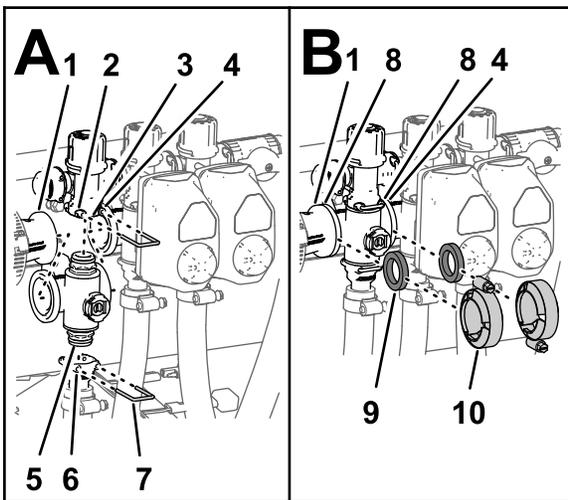

Bild 84
1. Setzen Sie das obere Endkappen-Anschlussstück des Verteilerventils in das Anschlussstück des Sicherheitsventils ein (Bild 84 A).
4. Stecken Sie einen Halter in die Buchse des Auslauf-Anschlussstücks, um das Endkappen-Anschlussstück am Auslaufanschlussstück zu befestigen (Bild 84 A).
5. Fluchten Sie eine Dichtung zwischen den Flanschen der Reduzierkupplung und dem Abschnittventilverteiler aus (Bild 84 B).
6. Montieren Sie die Reduzierkupplung, die Dichtung und den Abschnittventilverteiler mit einer Klemme und ziehen sie mit der Hand an (Bild 84 B).
7. Fluchten Sie für den Einbau der zwei ganz linken Abschnittventile eine Dichtung zwischen den Flanschen der zwei danebenliegenden Abschnittventilverteiler aus (Bild 84 B).
8. Montieren Sie die zwei benachbarten Abschnittventilverteiler und die Dichtung mit einer Klemme und ziehen sie mit der Hand an (Bild 84 B).
2. Stecken Sie einen Halter in die Buchse des Anschlussstückes des Sicherheitsventils, um das Endkappen-Anschlussstück am Anschlussstück des Sicherheitsventils zu befestigen (Bild 84 A).
3. Montieren Sie das Auslaufanschlussstück am unteren Endkappen-Anschlussstück des Verteilerventils (Bild 84 A).